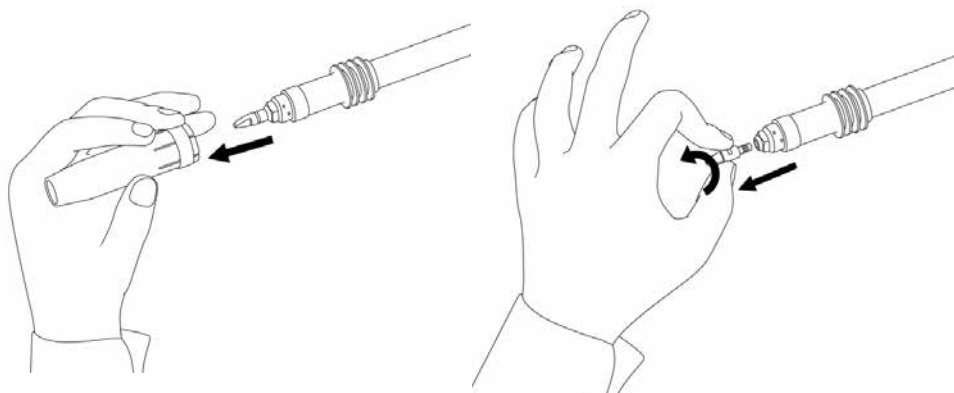

Рис. 7.12. Снятие сопла и сварочного наконечника.
1. Снимите сопло с гусака горелки и сварочный наконечник (См. рис. 7.12).